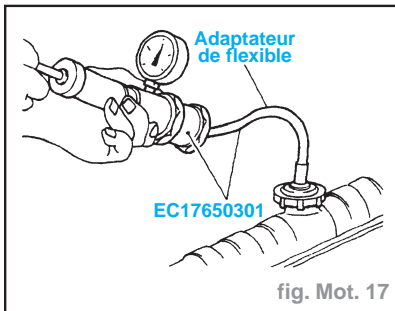

fig. Mot. 17
- Appliquer une pression sur le circuit de refroidissement à l'aide d'un appareil d'essai pour rechercher les fuites (fig. Mot. 17).